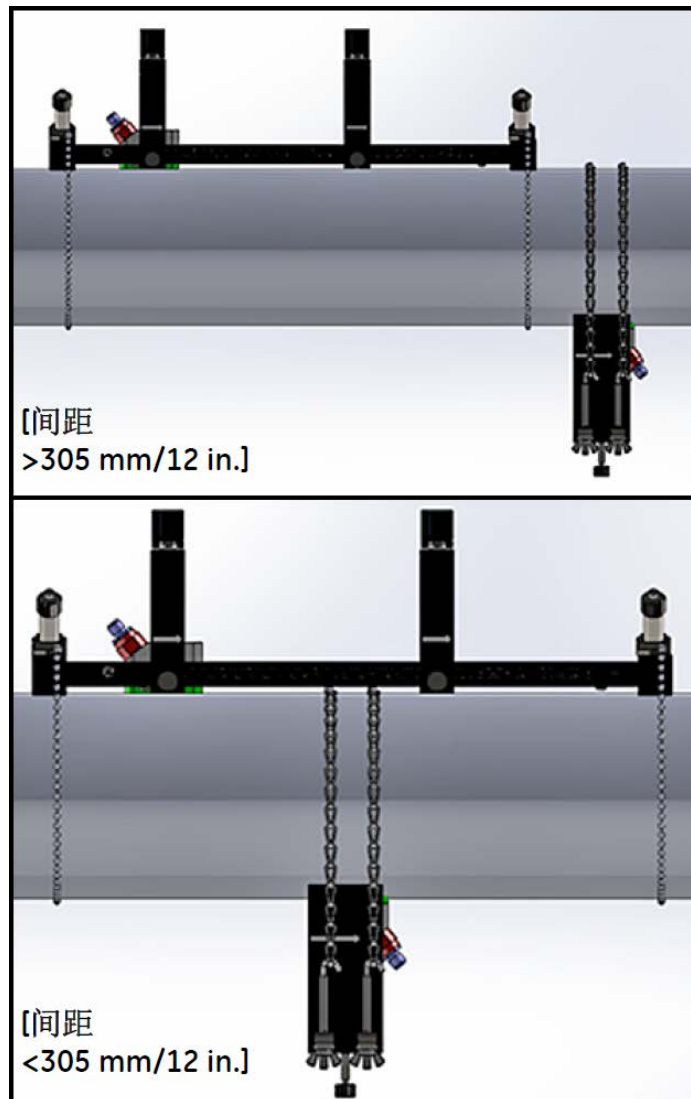

图 33: 完成后的奇数次横越安装（俯视图）
9. 拧紧軛架螺丝，直到换能器稳固地与管子接触。完成后的奇数次横越安装应该像下面的 图 33 这样。